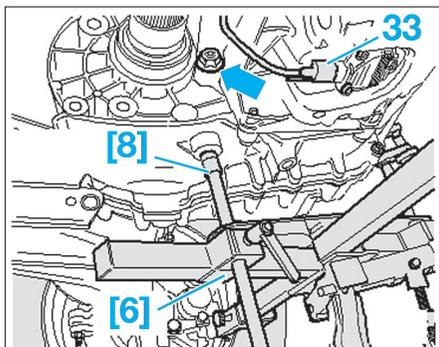

Fig. 19
- Fixer la boîte de vitesses sur le support de boîte de vitesses [6] à l'aide de la vis (32).
- Visser ensuite le pivot [8] dans l'alésage pour la vis de fixation du tirant d'antibasculement sur la boîte de vitesses (Fig.19).